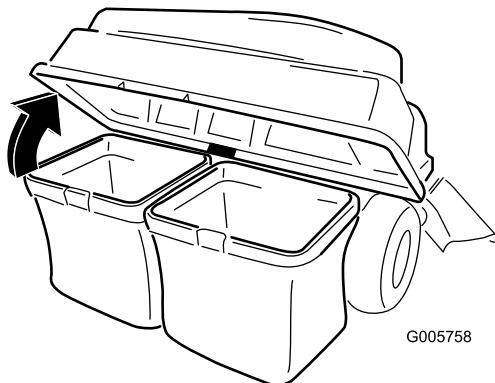

Bild 42
3. Heben Sie die Abdeckung des Heckfangsystems an (Bild 42).